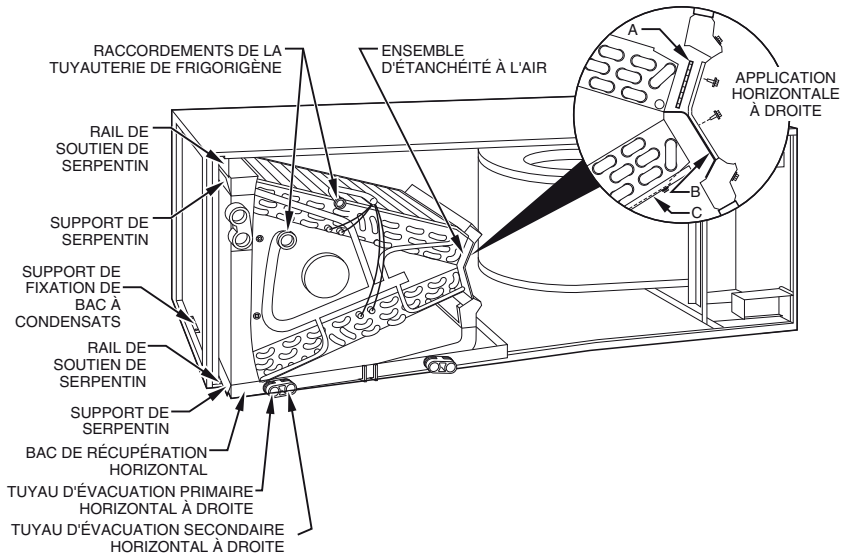

Figure 5 – Conversion en application horizontale à droite – serpentin en A
1. Retirez le panneau d'accès et le panneau de montage de la soufflante et du serpentín (Fig. 5)
1. Retirez les panneaux d'accès de la soufflante et du serpentín (Fig. 5).
- a. Retirez l'ensemble d'étanchéité à l'air du serpentín en retirant les quatre vis (Fig. 5).